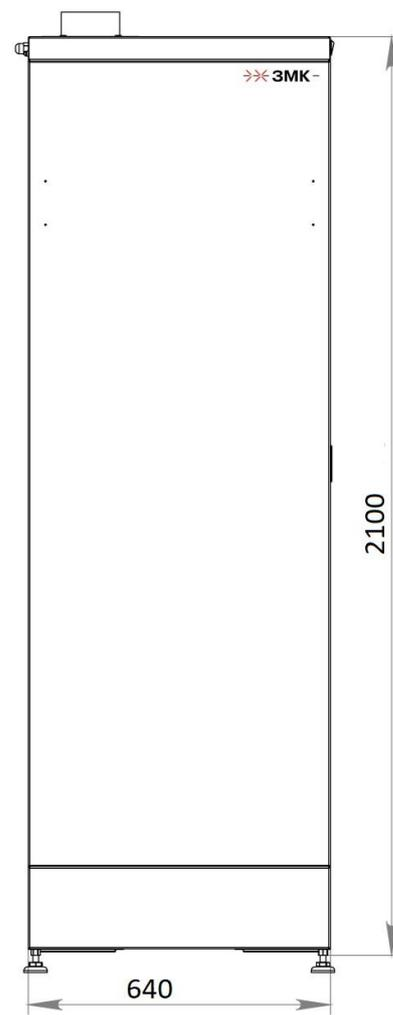

Рис. 1
- 3.10 Габаритная схема шкафа представлена на рис. 1